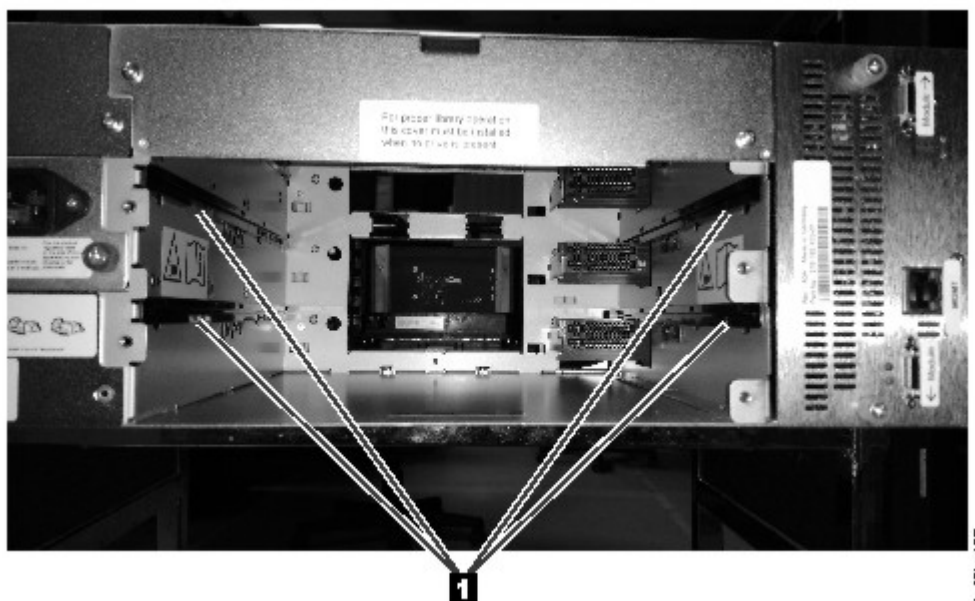

Figura 60. Rieles de alineación
2. Alinee e inserte lentamente la nueva unidad de cintas en la bahía de unidad junto con los rieles de alineación (**1** en Figura 60) mientras se soporta el ensamblaje de unidad. La unidad de cintas debe desecharse con el panel posterior de la biblioteca.